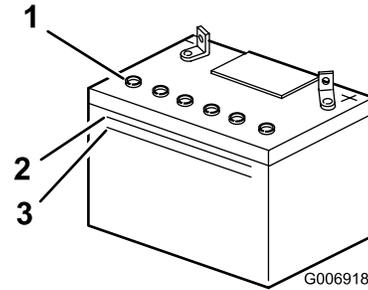

Bild 26
2. Sehen Sie sich die Seite der Batterie an. Die Batteriesäure sollte bis zur oberen Linie reichen (Bild 26).
Hinweis: Der Säurestand darf nicht unter die untere Linie fallen (Bild 26).
- Entfernen Sie die Entlüftungsdeckel von der Batterie (Bild 26).
- Gießen Sie langsam destilliertes Wasser in jede Batteriezelle, bis der Säurestand die obere Linie (Bild 26) am Batteriegehäuse erreicht.
- Warten Sie nach dem Füllen der Batteriezellen fünf bis zehn Minuten. Gießen Sie bei Bedarf destilliertes Wasser in jede Batteriezelle, bis der Säurestand die obere Linie (Bild 26) am Batteriegehäuse erreicht.